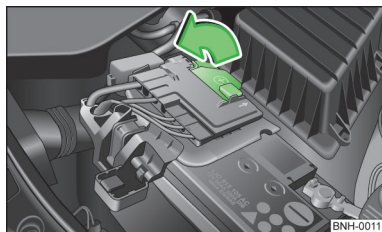

Abb. 130
- Die Abdeckung in Pfeilrichtung aufklappen » Abb. 130.